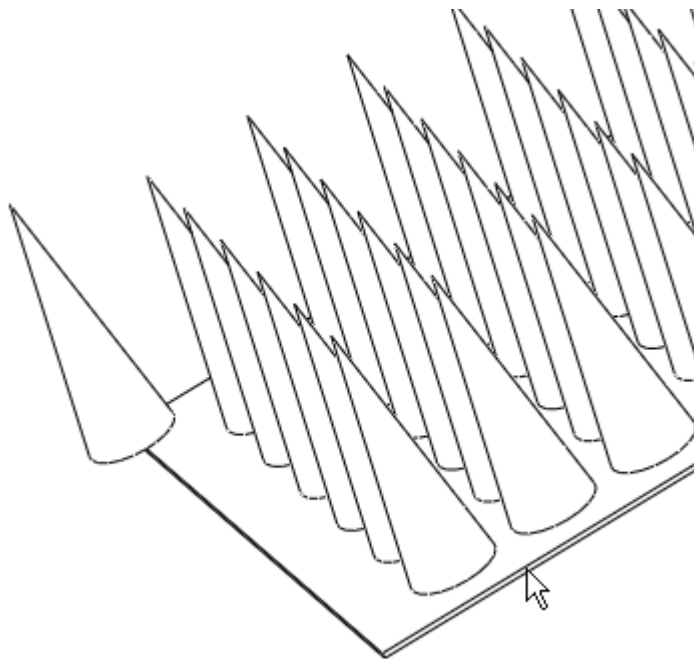

图 38-12
- (1) 单击菜单【插入】 【高级】 【环形折弯】选项。
- (2) 在弹出的【选项】菜单中，单击【360】|【单侧】|【曲线折弯收缩】|【完成】选项。
- (3) 系统提示“选择要折弯的实体、面组或基准曲线”，在模型中选择长方体特征为要折弯的实体，然后单击【定义折弯】菜单中的【完成】选项。
- (4) 选择图 38-12 中光标指示的长方体侧面为草绘平面。